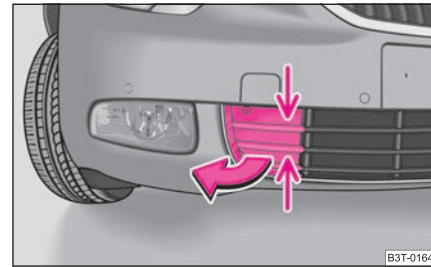

Abb. 220 Vorderer Stoßfänger: Schutzgitter
- Greifen Sie das Gitter an den mit Pfeilen gekennzeichneten Stellen ⇒ Abb. 220 an und nehmen Sie es heraus.